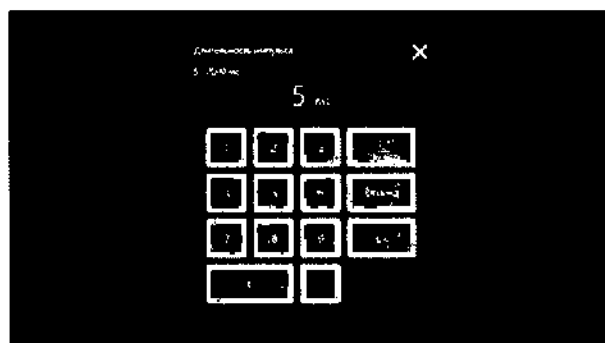

Рис. 96. Вид экрана ПО при введении числового значения длительности импульса лазерного излучения
63) в рабочем окне ПО, затем введите значение и подтвердите действие, нажав  (Рис. 96). При вводе некорректного (недопустимого) значения длительности, паузы, времени воздействия лазерного излучения введенное значение сменит цвет на красный,